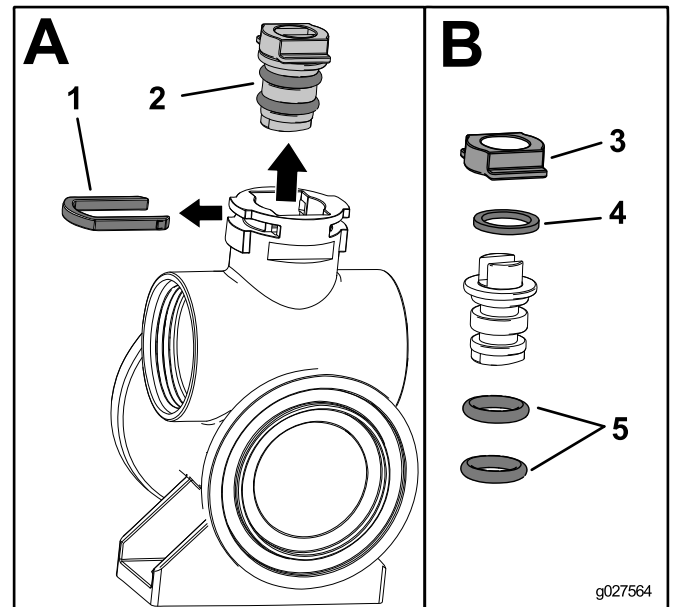

図 3
13. ステム・キャプチャリテーナを外す 挿入図 A; 図 3。
14. バルブの中に手を入れてバルブステム・アセンブリを取り出す 挿入図 A; 図 3。
15. バルブのステムから、ステム・リテーナ、スラストワッシャ、バルブステムのOリング2個を外す 挿入図 B; 図 3。